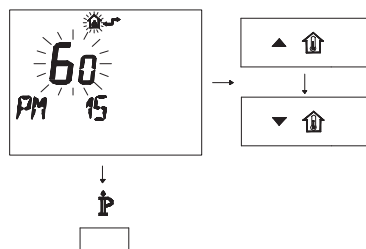

Figura 5.32
- Modificare il SET programmato agendo sui pulsanti \blacktriangle \uparrow o \blacktriangledown \uparrow fino a visualizzare un **set di 60**, aspettare che il numero programmato cominci a lampeggiare (Figura 5.32)